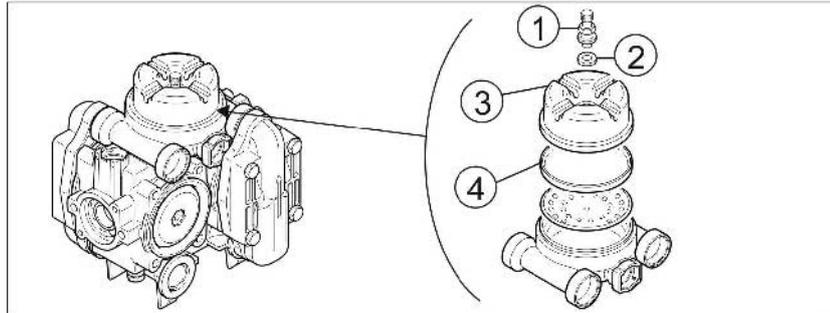

Fig. 203
1. Desmonte la válvula (Fig. 203/1) y el disco (Fig. 203/2).
2. Introduzca la herramienta auxiliar en las ranuras de la tapa y suelte los tornillos de la tapa (Fig. 203/3).
3. Examine la membrana (Fig. 203/4) y sustitúyala si estuviera dañada.